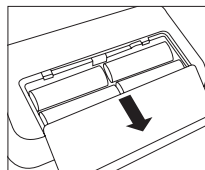

Fig. 1
- Ouvrez le couvercle du compartiment à piles situé sous l'appareil (voir la fig. 1). Insérez les piles (voir le chapitre 13 « Caractéristiques techniques »). Veillez à faire correspondre les polarités « + » et « - ». Refermez le couvercle du compartiment à piles. L'appareil passe automatiquement à la fonction Date/Heure et dès la première application, le chiffre « 31 » est affiché à l'écran pour le jour, et le chiffre « 12 » pour le mois. La date pré-réglée est par conséquent le 31 décembre. Réglez désormais la date et l'heure tel que décrit ci-dessous.